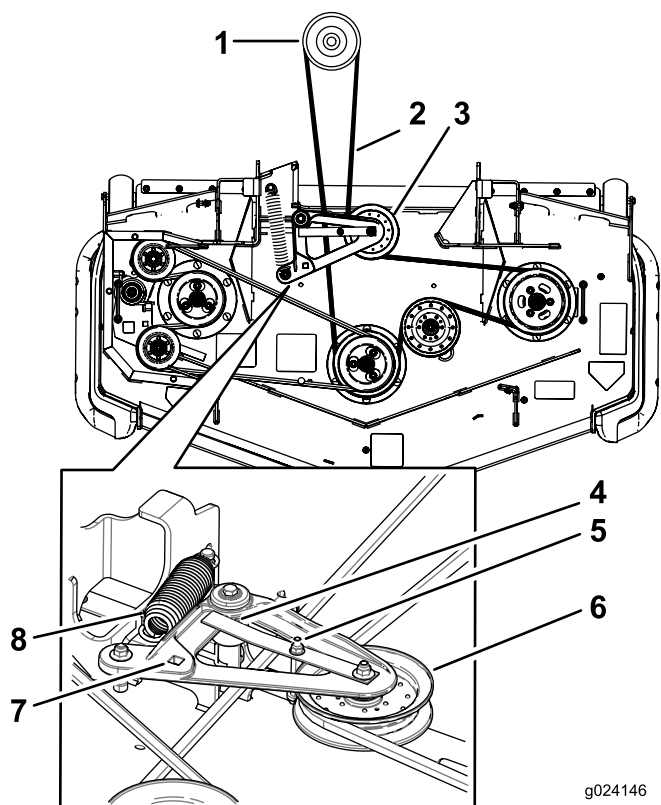

Figure 95
5. Soulevez le plancher et insérez un rochet dans le trou carré de la poulie de tension du plateau (Figure 95).
6. Tournez la poulie de tension du plateau de coupe dans le sens horaire, tirez sur la patte du guide-courroie et déposez la courroie du plateau de coupe de l'embrayage (Figure 95).